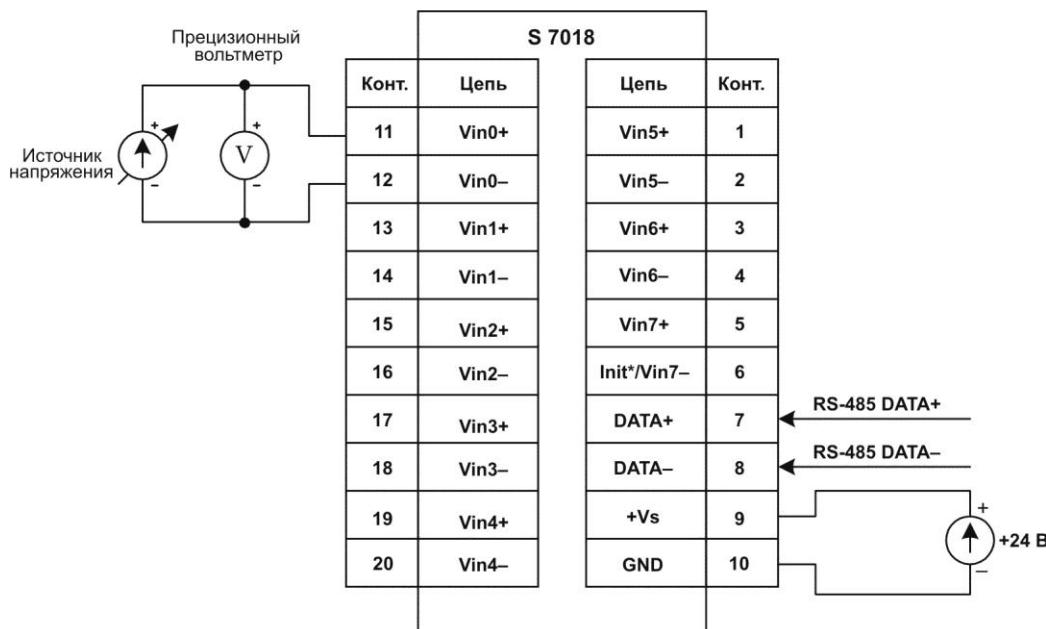

Рис. 22. Схема подключения модуля S7018 для проведения калибровки
- Произведите подключение модуля в соответствии со схемой, приведенной на рис. 22, подключив источник образцового напряжения ко входу канала 0.